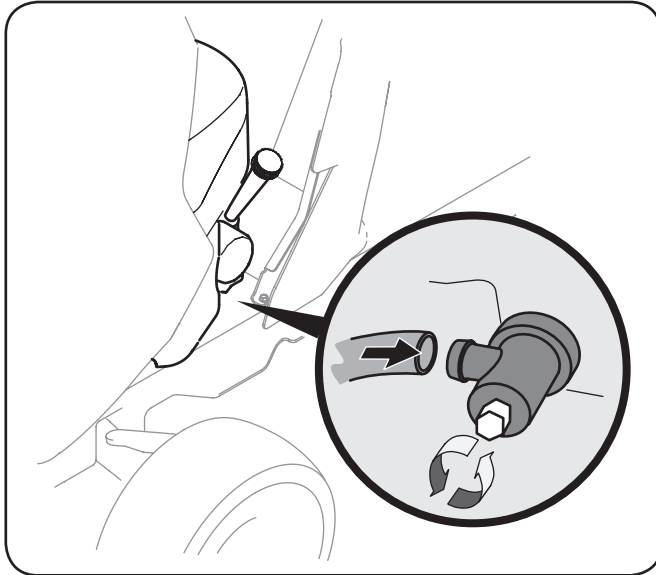

Figura 6-1
4. Empuje la manguera de drenaje de aceite (embalada con este manual) en el puerto de drenaje de aceite. Coloque el extremo opuesto de la manguera en un recipiente de recolección de aceite adecuado con al menos una capacidad de 2.5 cuartos, para recoger el aceite usado. Véase la Figura 6-1.
5. Abra el tapón de vaciado aflojando el perno en el lado del enchufe. Véase la Figura 6-1.